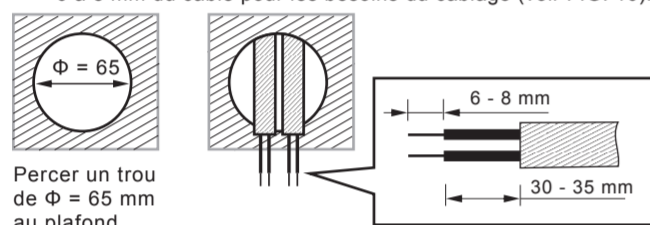

FIG. 10
4.4.2.1 Pour installer le détecteur, veuillez percer un trou d'un diamètre de 65 mm dans le plafond tout en maintenant le câble d'alimentation à l'extérieur. Veuillez retirer la gaine de 6 à 8 mm du câble pour les besoins du câblage (voir FIG. 10).